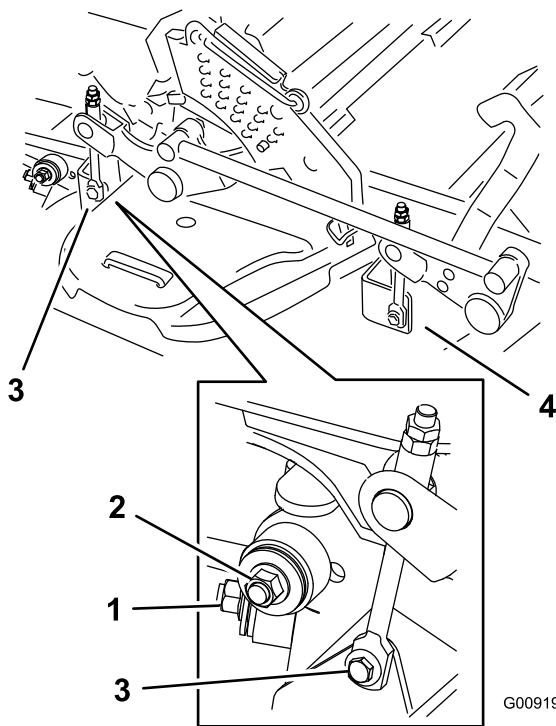

Figura 106
7. Retire e guarde as ferragens em ambos os lados da plataforma, como se mostra na Figura 106.